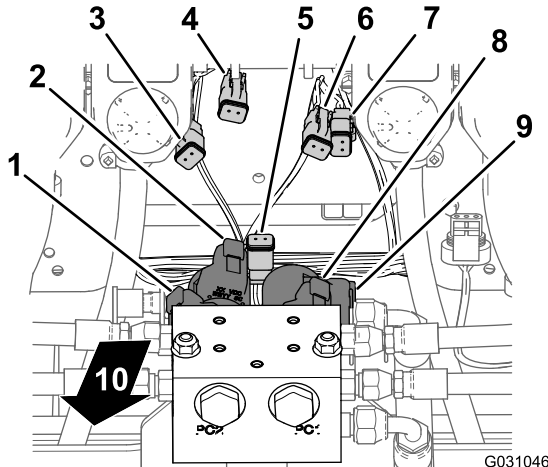
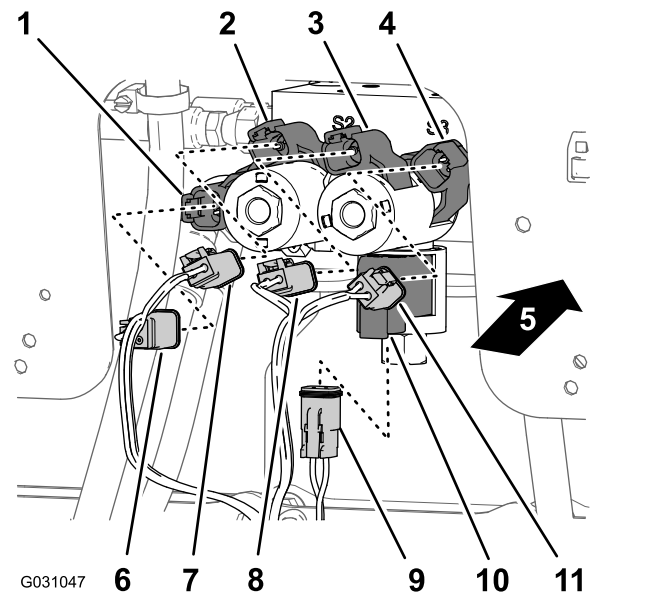

Bild 131
Bild 132
1. Schließen Sie unten am Hubzylinderverteiler den 2-Buchsen-Stecker des hinteren Kabelbaums, der mit **Enable Solenoid** beschriftet ist, in den 2-Stift-Stecker für „Enable solenoid“ (Bild 131 und Bild 132).
2. Schließen Sie an der rechten Stromspule unten den 2-Buchsen-Stecker des hinteren Kabelbaums, der mit **Right Down** beschriftet ist, in den 2-Stift-Stecker für die rechte Stromspule unten (Bild 131 und Bild 132).
3. Schließen Sie an der rechten Stromspule oben den 2-Buchsen-Stecker des hinteren Kabelbaums, der mit **Right Up** beschriftet ist, in den 2-Stift-Stecker für die rechte Stromspule oben (Bild 131 und Bild 132).
4. Schließen Sie an der linken Stromspule unten den 2-Buchsen-Stecker des hinteren Kabelbaums, der mit **Left Down** beschriftet ist, in den 2-Stift-Stecker für die linke Stromspule unten (Bild 131 und Bild 132).